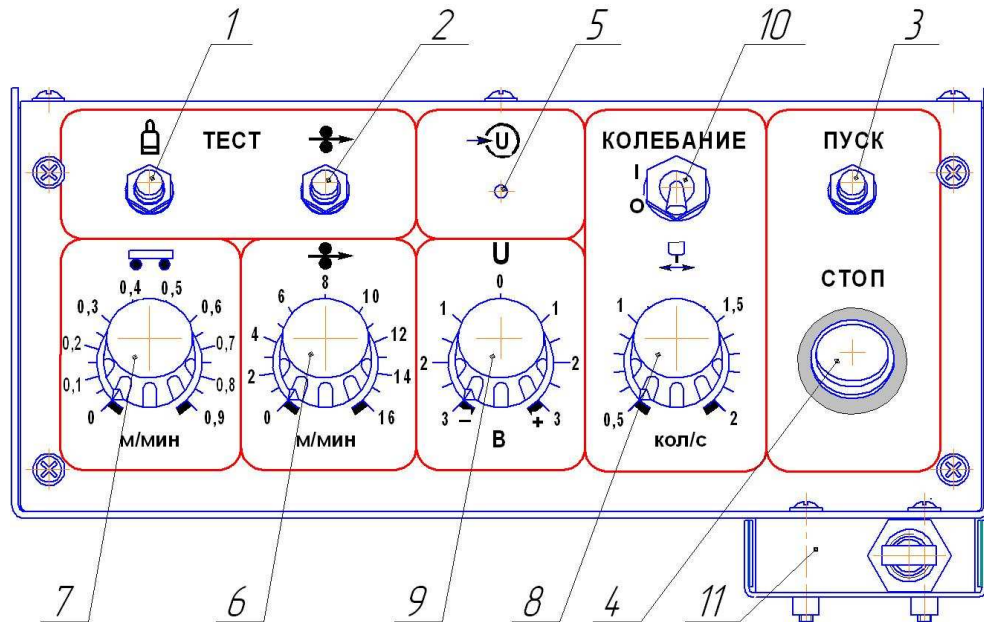

Рисунок 4 – Панель блока управления
1.3.1.7 На панели блока управления (рисунок 4) расположены: индикатор включения напряжения питания (5), кнопка теста газа (1), кнопка теста проволоки (2), кнопка «ПУСК» (3), кнопка «СТОП» (4), задатчик скорости подачи проволоки (6), задатчик скорости движения автомата (7), задатчик частоты колебаний горелки (8), задатчик подстройки напряжения сварки на источнике (9), кнопка включения механизма колебания горелки (10), конечный выключатель (11).
2.3.3 Нажав на кнопку тест проволоки (2) блока управления (рисунок 4), пропустить проволоку через тракт горелки до ее выхода из сопла.
3.2.2 Подать напряжение питания, включив автомат на источнике. На панели блока управления автомата (рисунок 4) должен загореться индикатор включения напряжения питания(5).